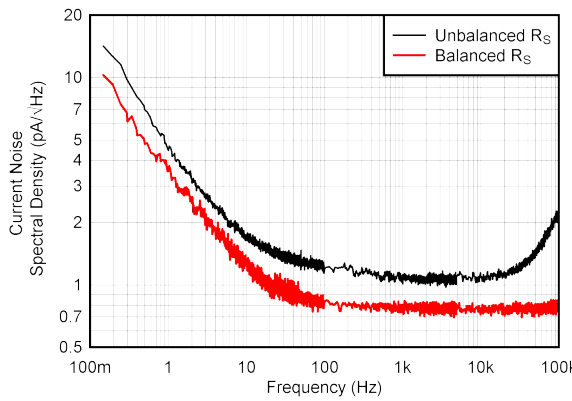

図 7-25. 電流ノイズ・スペクトル密度と周波数 (RTI) との関係
- (7) このパラメータは、高速自動テスト環境でテストされており、長時間の時定数による熱の影響は受けません。熱による影響は、電源電圧、レイアウト、ヒートシンク、エアフロー条件によって異なります。
- (8) RTI の合計電圧ノイズは、 $e_{N(RTI)} = \sqrt{[e_{NI}]^2 + (e_{NO}/G)^2}$ で表されます。
- (9) 不平衡な入力インピーダンスに対して規定される入力電流ノイズ密度。バイアス電流のキャンセルにより、平衡化システムに対するノイズ性能が改善されます。図 7-25 を参照してください。